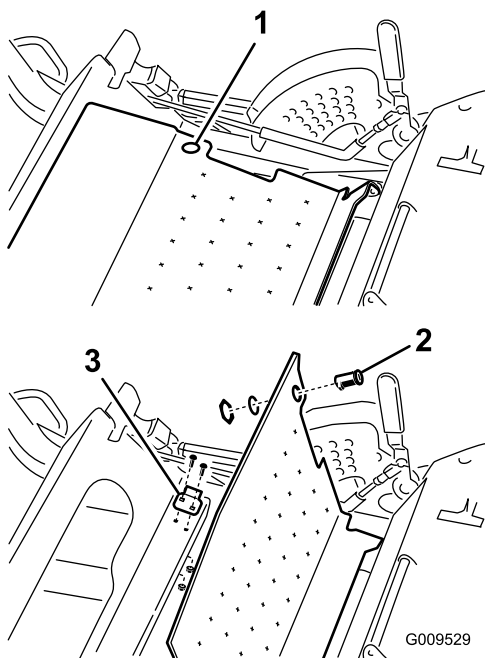

図 6
1. フロアプレートを持ち上げる 図 6。
2. フロアプレートラッチをフレーム 図 6 に取り付けるキャリッジボルト $\frac{1}{4} \times \frac{3}{4}$ " 2 本とロックナット $\frac{1}{4}$ " 2 個を使用する。